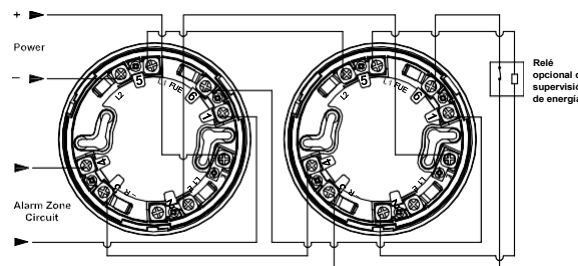

Fig. 2: Conexiones de cableado base de 4 hilos
- b. Ver Fig. 2 para detectores que usan bases de 4 hilos.